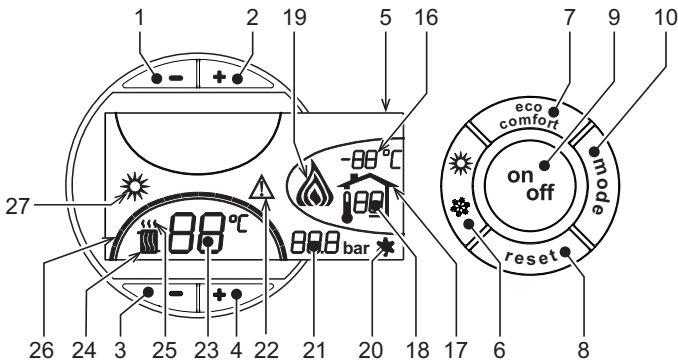
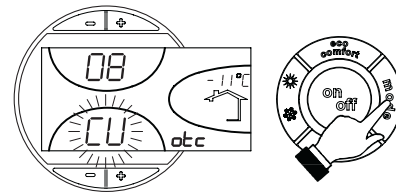
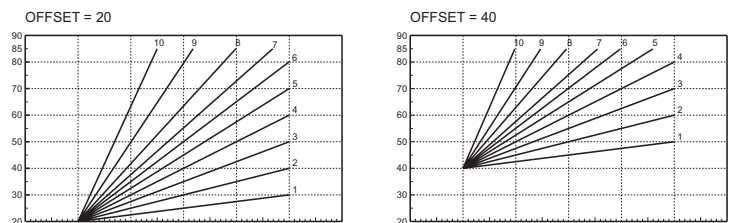

рис. 1 - Панель управления
рис. 9 - Кривая погодозависимого регулирования
рис. 12 - Пример параллельного смещения кривых погодозависимого регулирования
Нажмите клавишу on/off (поз. 9 - рис. 1) в течение 1 секунды.
Для повторного включения котла снова нажмите клавишу on/off (поз. 9 рис. 1) в течение 1 секунды.
- Нажмите кнопку ВКЛ/ВЫКЛ (9 - рис. 1)
Нажмите клавишу **Лето/Зима** (поз. 6 - рис. 1) на 1 секунду.
На дисплее высвечивается символ "Лето" (поз. 27 - рис. 1). При этом котел будет вырабатывать только воду для ГВС. Остается активной система защиты от замерзания.
Для выключения режима "Лето" вновь нажмите клавишу **Лето/Зима** (Поз. 6 - рис. 1) на 1 секунду.
Температура в системе отопления регулируется в пределах от 30 °С до 80 °С с помощью клавиш (поз. 3 и 4 - рис. 1); однако, не рекомендуется эксплуатировать котел при температуре ниже 45 °С.
Температура в системе ГВС регулируется в пределах от 10°С до 65°С с помощью клавиш (поз. 1 и 2 - рис. 1).
При наличии датчика температуры наружного воздуха (опция) на дисплее панели управления (поз. 5 - рис. 1) отображается измеряемая этим датчиком температура. При этом система управления котлом работает в режиме "Плавающая температура". В этом режиме температура воды, подаваемой в систему отопления, регулируется в зависимости от климатических условий внешней среды с тем, чтобы обеспечить максимальный комфорт и экономию энергетических ресурсов в течение всего года. Так, при повышении внешней температуры понижается температура подачи воды в систему отопления, что производится по определенной "кривой погодозависимого регулирования".
С переключением на режим "Плавающей температуры" показатель температуры, устанавливаемый клавишами (дет. 3 и 4 - рис. 1) соответствует максимальной температуре подачи воды в систему отопления. Рекомендуется задавать максимальное значение температуры с тем, чтобы позволить системе регулировать ее по всему рабочему диапазону.
При однократном нажатии клавиши **Режим** (поз. 10 - рис. 1) на дисплее высвечивается текущая кривая погодозависимого регулирования (рис. 9), которую можно изменить с помощью клавиш задания температуры воды ГВС (поз. 1 и 2 - рис. 1).
При нажатии клавиш регулировки температуры отопления (поз. 3 и 4 - рис. 1) получается доступ к функции параллельного изменения кривых (рис. 12), выполняемого с помощью клавиш регулировки температуры в контуре ГВС (поз. 1 и 2 - рис. 1).
При повторном нажатии клавиши **Режим** (поз. 10 - рис. 1) осуществляется выход из режима регулировки параллельных кривых.
Если к котлу подключено устройство дистанционного управления с таймером (опция), вышеописанные регулировки производятся в соответствии с указаниями, приведенными в таблице 1. При этом на дисплее пульта управления (поз. 5 - рис. 1) высвечивается температура в помещении, измеряемая устройством дистанционного управления.
Выбор режимов ECO/COMFORT	При включении режима ГВС с устройства ДУ с таймером котел устанавливается в режим Comfort. В этих условиях с помощью клавиш 7рис. 1 - на панели управления котла можно выбрать любой из этих двух режимов.